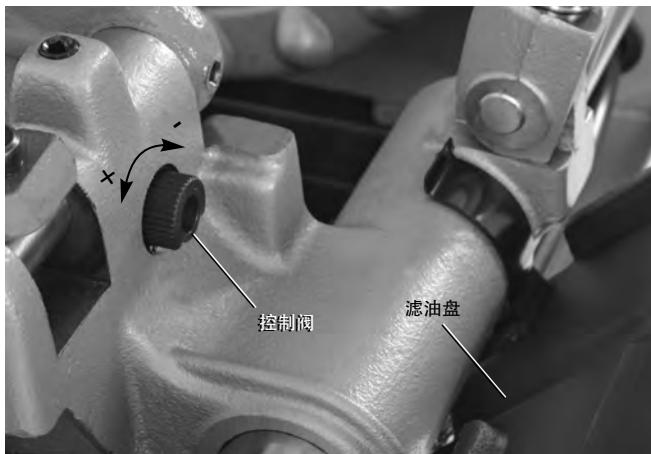

图5 – 调节油的流量
10. 检查RIDGID切削油的液位。拆下切屑盘和油盘衬里；检查滤油器网筛是否完全浸没在油中。参见“油路系统维护”。如果机器配有滤油盘，确认其正确位于切削油离开牙模头进入切屑盘的出口处（参见图5）。
- 将牙模头放置到使用位置。把开关移动至FWD位置。检查流过牙模头的油量。把开关移动至OFF位置。油的流量可通过滑架上的控制阀调节（图5）。顺时针旋转减小流量，逆时针旋转增加流量。切勿在机器运行时调节。